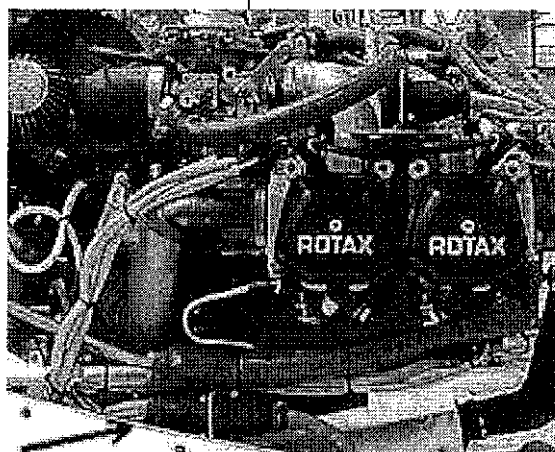

Fig. 10
- 12g. Sollevando e traslando il gruppo motopropulsore leggermente verso la coda del velivolo, accedere al connettore elettrico principale (vedi fig. 10) e scollegarlo. Liberarlo tagliando le fascette di fissaggio.
- 12g. Raise and shift the power plant slightly towards the aircraft tail and disconnect the main electric connector (fig. 10). Remove the clips to free it.*